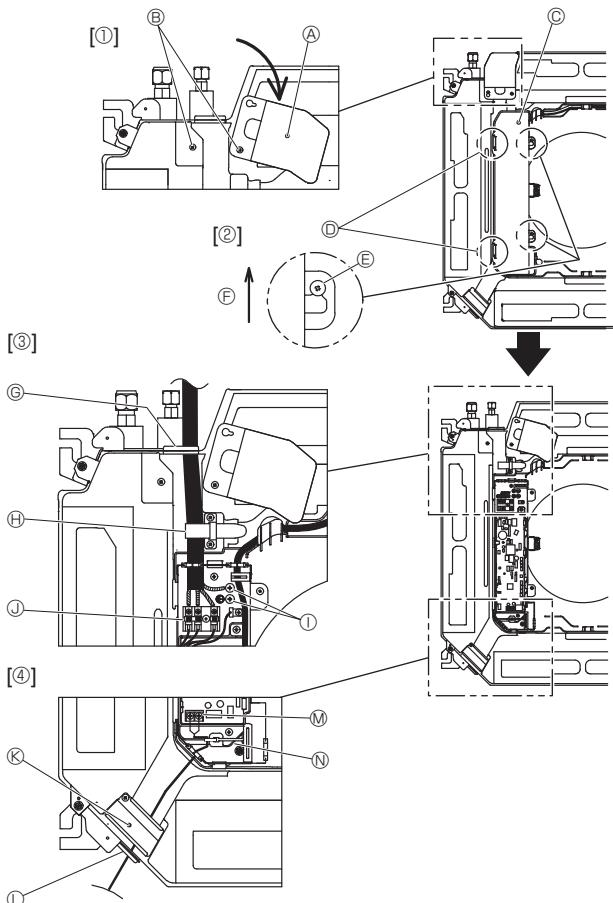
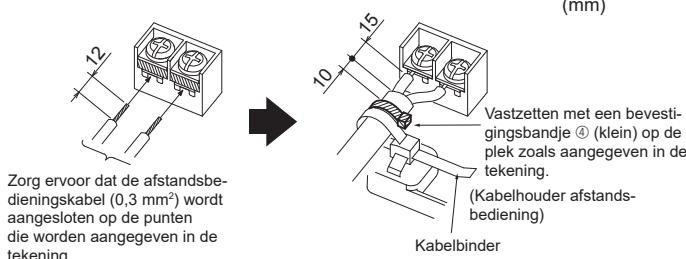

Fig. 6-1
Fig. 6-3
6.1. Binnenapparaat (Fig. 6-1)
- Maak de twee schroeven los waarmee het servicepaneel voor elektrische aansluiting vastzit en draai vervolgens het servicepaneel voor elektrische aansluiting. [Fig. 6-1 ①]
- Verwijder de twee schroeven waarmee de afdekking van de elektrische contactdoos vastzit en schuif de afdekking van de elektrische contactdoos opzij. [Fig. 6-1 ②]
- Haal de elektriciteitskabel, de verbindingenkabel tussen het binnen-/buitenapparaat en de aardleiding door de respectieve bedradingsingangen volgens het schema. [Fig. 6-1 ③]
- Zie Fig. 6-3 t/m 6-6 als u geen ronde krimpconnectoren kunt gebruiken. Raadpleeg 6.1.1. en 6.1.2. voor informatie over de aansluiting.
- Leid en verbind de afstandsbedieningskabel via de bedradingsingangen volgens het schema. [Fig. 6-1 ④, Fig. 6-3]